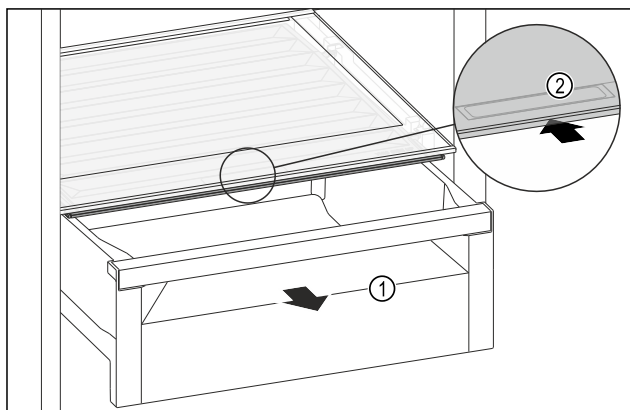

Fig. 138
- Retirer le tiroir Fig. 138 (1).
- Saisir la poignée encastrée Fig. 138 (2) du couvercle du compartiment et pousser le couvercle du compartiment vers l'arrière.